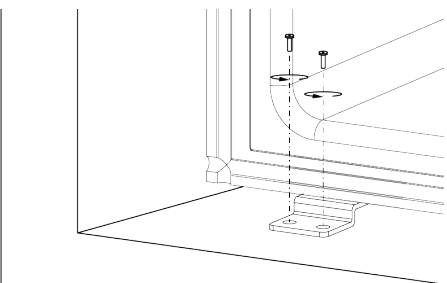

рис. 6.1
6. Закрепите с помощью винтов, как указано на рис. 6.1 - 6.4